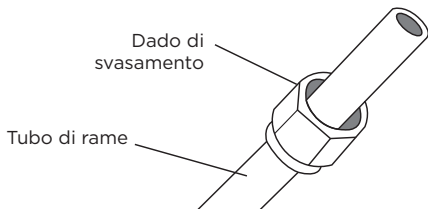

Fig. 6.5
- 3. Posizionare i dadi torcia su entrambe le estremità del tubo. Assicurarsi che siano rivolti nella giusta direzione, perché non è possibile riposizionarli dopo lo svasamento. Vedi Fig. 6.5